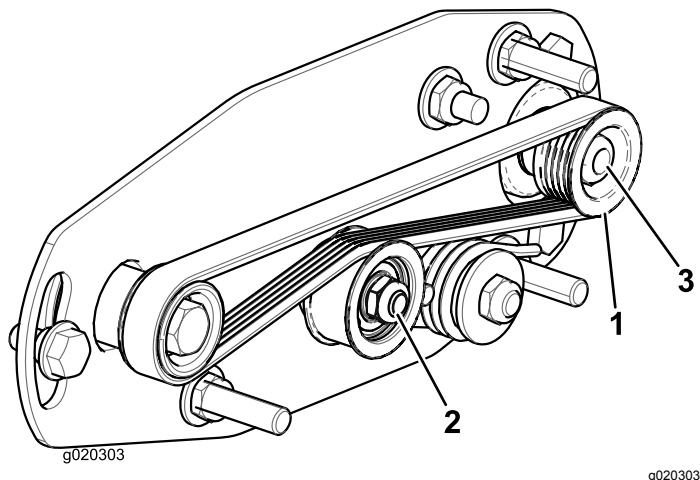
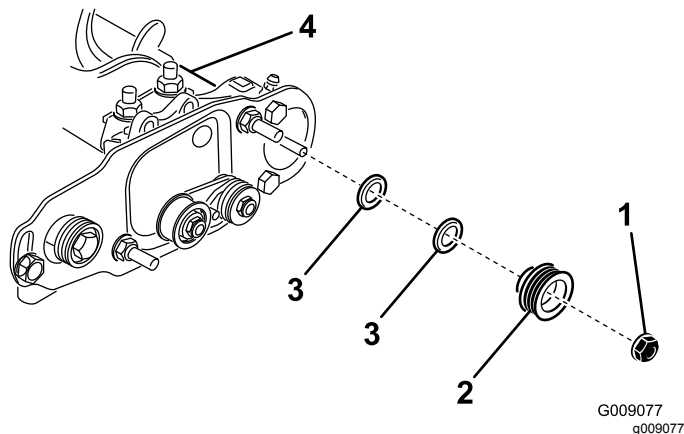

図 33
図 34
1. 受動プーリローラのシャフト位置は内外に動かすことができます 図 33。
2. リールを回しながらつまり駆動プーリを回しながら、駆動プーリからベルトをはずす 図 33。
3. 受動プーリをブラシシャフトに固定しているロックナットを取り外す 図 33 または 図 34。
4. シャフトから受動プーリを取り外す 図 34。
注 プーリを外側に出したい場合には、0.8mm 0.032" 厚のスペーサを1枚入れる 図 34。プーリを内側に入れたい場合には、0.8mm 0.032" 厚のスペーサを1枚抜き取る。